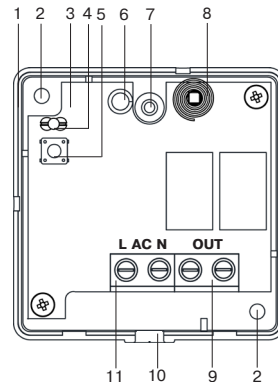

Рисунок 1 – «Ri-RC-1», вид со снятой крышкой
8.3 В случае отсутствия прерывистого включения индикатора зеленым цветом (режим «Связывание»), нажмите и удерживайте функциональную кнопку (поз. 5, рис. 1) не менее 8 с до появления индикации режима связывания.
Время режима «Связывание» ограничено 100 секундами. Для возобновления режима «Связывание» необходимо нажать и удерживать функциональную кнопку (поз. 5, рис. 1) не менее 8 с до появления индикации режима связывания.
9.2 Нажмите функциональную кнопку (поз. 5, рис. 1) и удерживайте ее в течение не менее 3-х с, но не более 6 с.